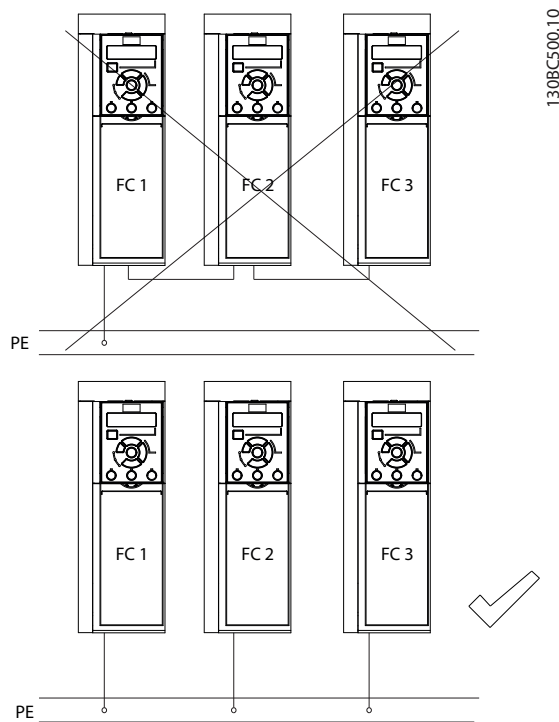

图 4.3 接地原理
- 请勿以“菊花链”方式将一台变频器的地线连接至另一变频器的地线上（请参阅图 4.3）。